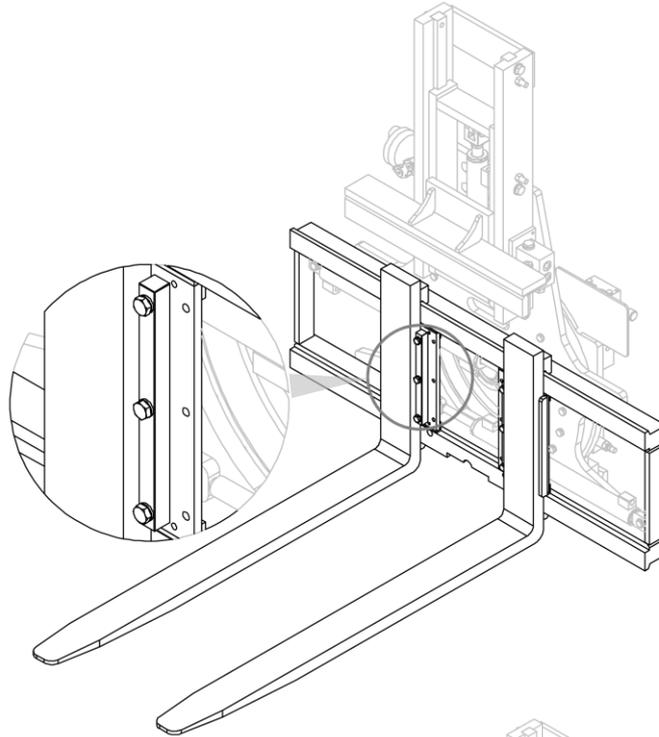
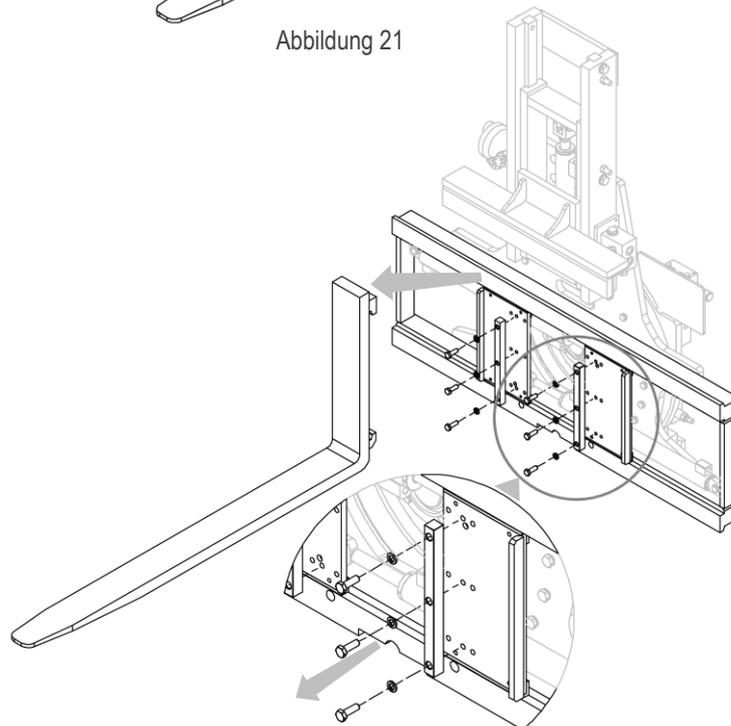

Abbildung 21
Abbildung 22
2. Schrauben Sie die Feststeller ab und ziehen Sie die Gabelzinken (zur Rille in der Mitte der Platte hin) heraus (siehe *Abbildung 21* und *Abbildung 22*);